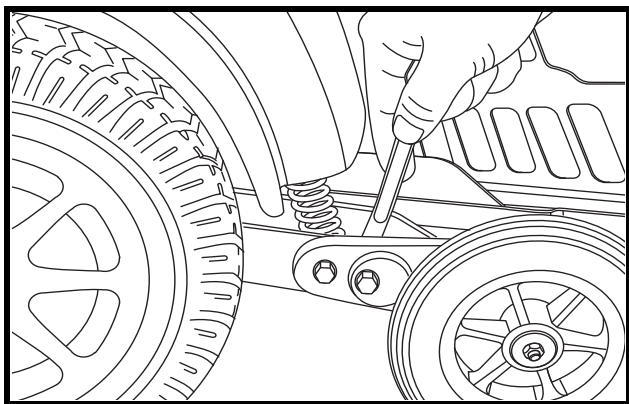

Figure 16. Module de roulette antibasculer (L'écrou de blocage)
1. Placez une clé sur l'écrou de blocage du côté intérieur du support de roulette antibasculer situé près de l'amortisseur. **Voir la figure 16.**